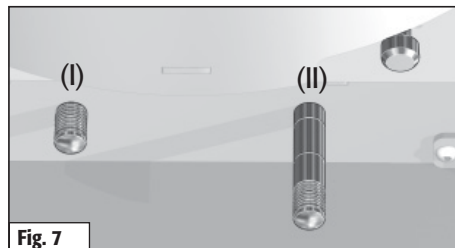

Fig. 7
Regolare l'aria primaria e l'aria secondaria.	Chiudere la valvola dell'aria primaria (I), posizionare la valvola dell'aria secondaria (II) sulla posizione 2-3. (fig. 7)